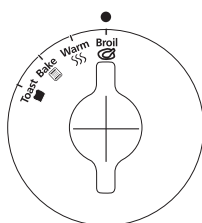

Figura 2
3. **Botão Seletor de Funções** – Seleciona a função ao girar o botão para função desejada (Veja Figura 2).